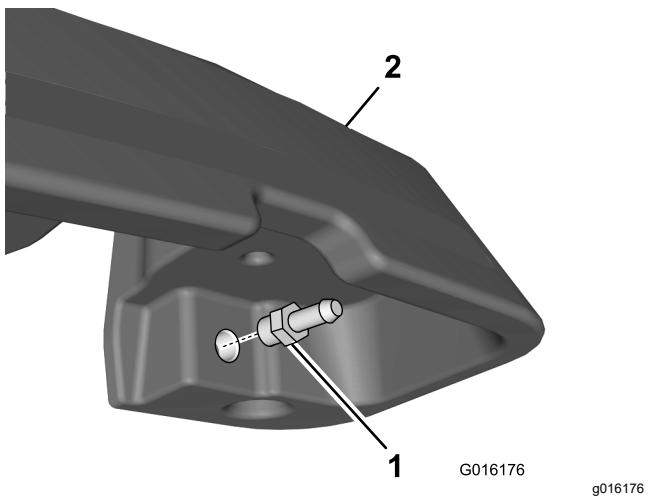

Figura 10
- Instale união hidráulica reta na abertura no lado inferior do depósito do detetor de fugas (Figura 10).